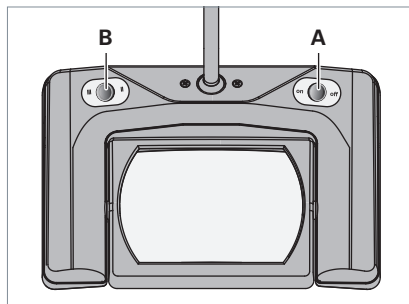

Fig. 6: Interrupteur à bascule.
- Pour allumer ou éteindre le luminaire, appuyez sur l'interrupteur à bascule **A**, voir Fig. 6.
- Pour allumer ou éteindre le segment lumineux **A**, actionner l'interrupteur à bascule **B**, voir Fig. 6